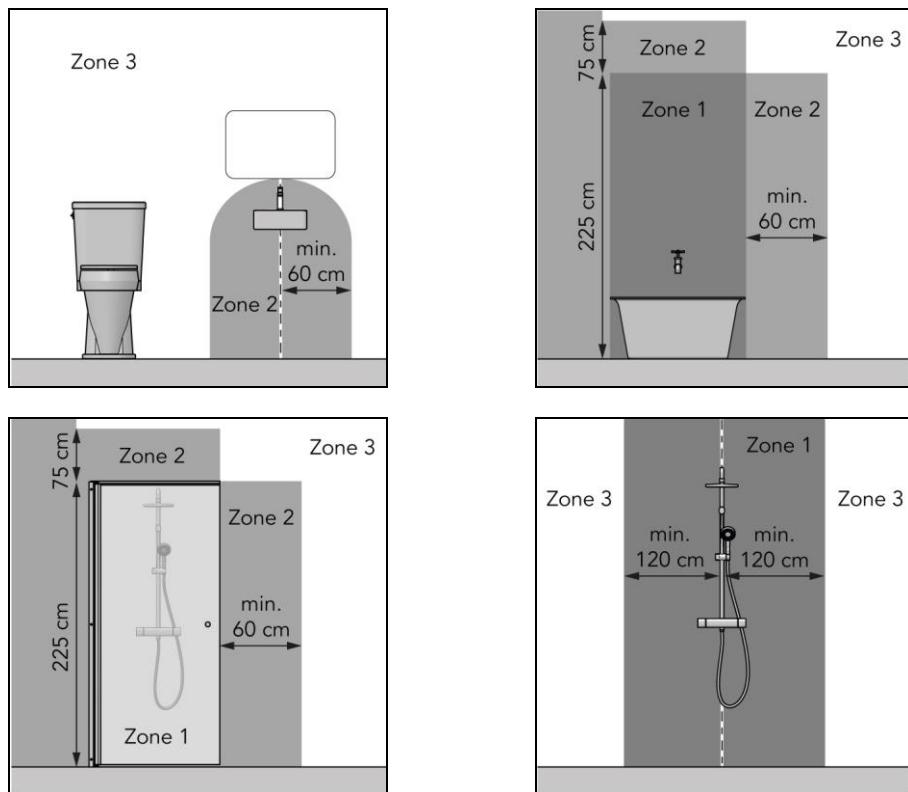
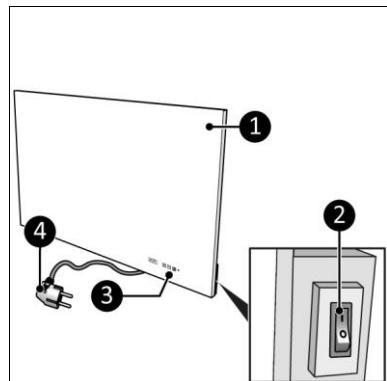

Figura 1
Figura 4
- în zona a 3-a de unui grup sanitar sau a unei băi cu cadă, duș cu paravan și duș fără paravan (Figura 1);
Sani Mirror Wi-Fi (Figura 4) este un încălzitor electric ușor de utilizat în zona 3 a băii (Figura 1). Sani Wi-Fi poate fi utilizat cu aplicația Eurom Smart.